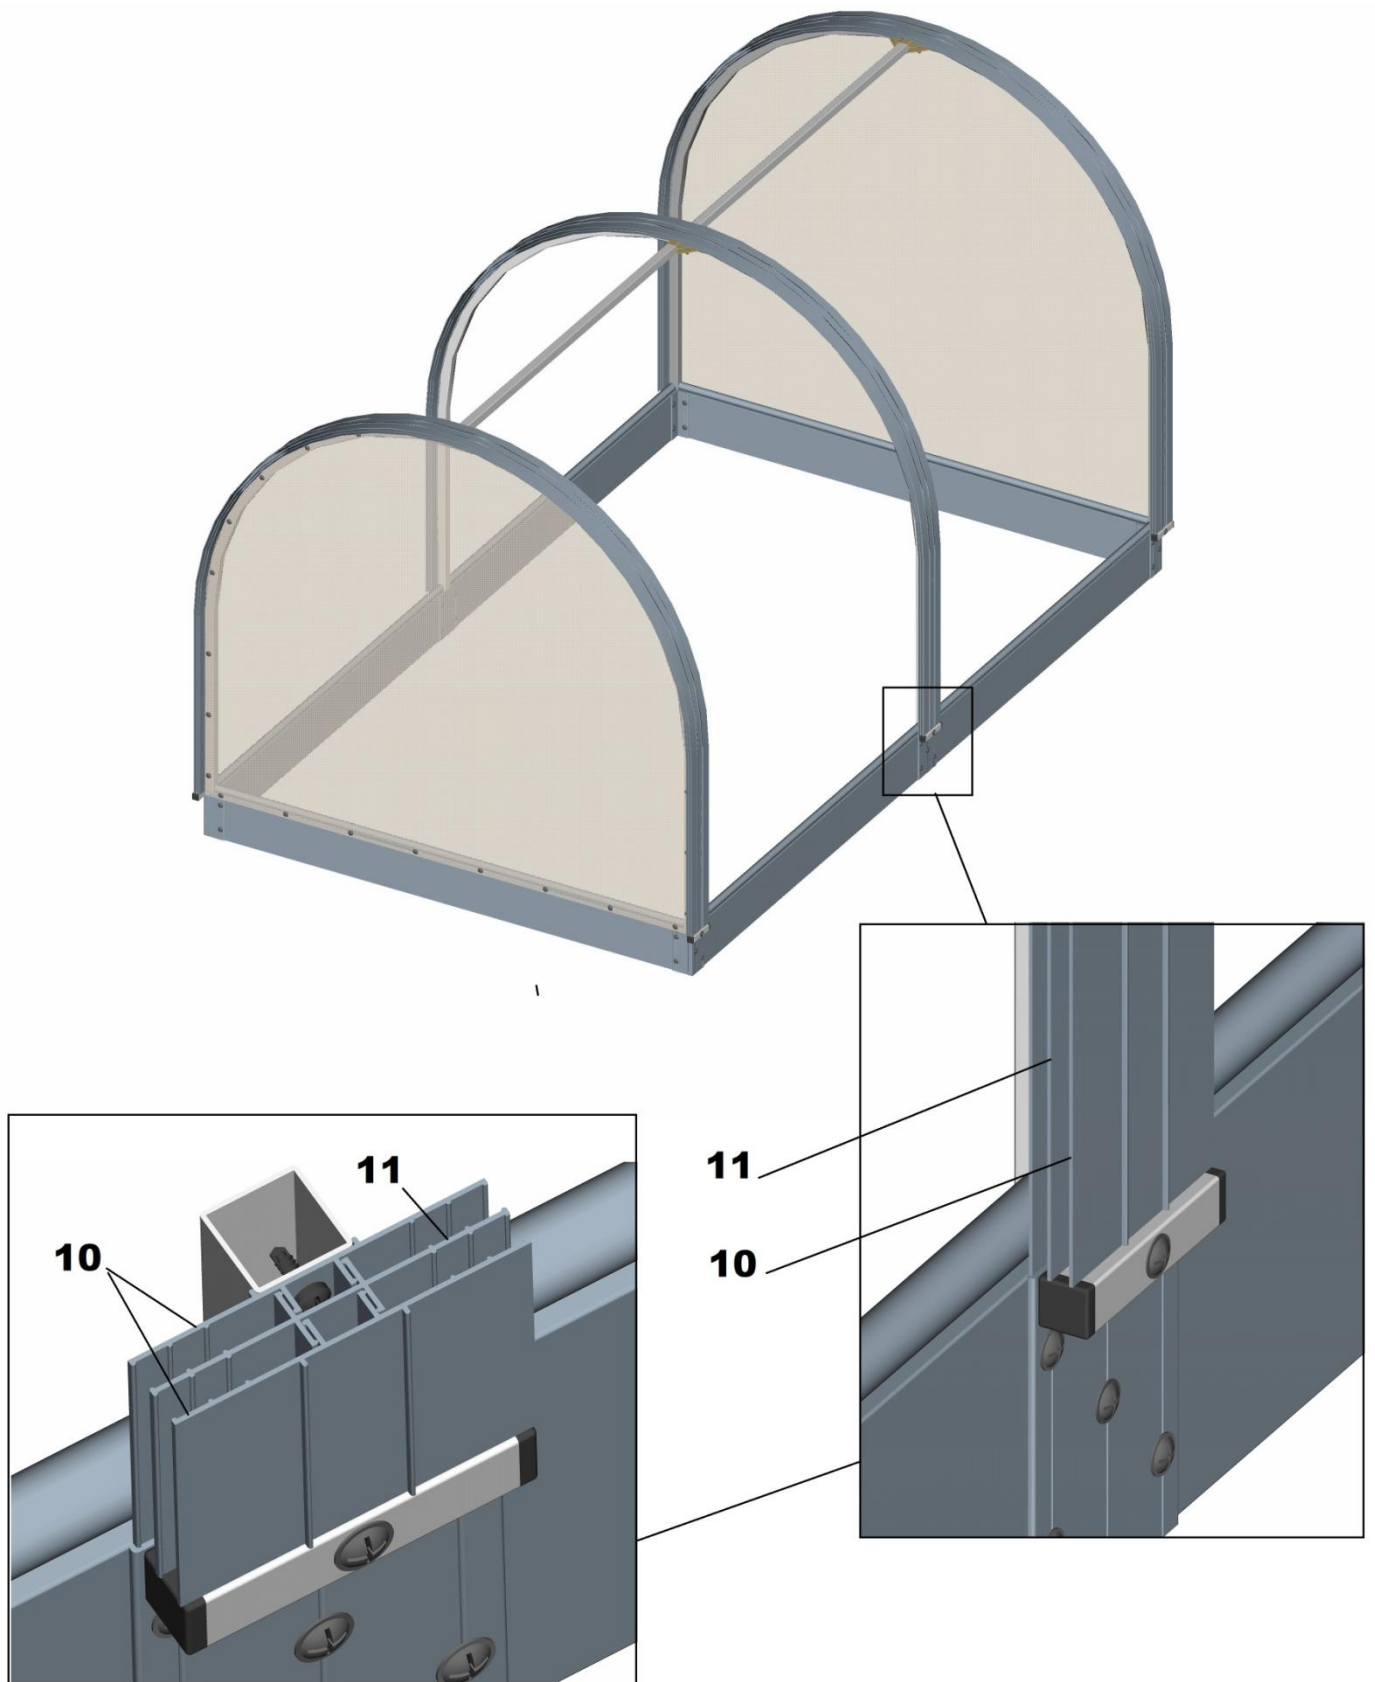

Рис. 3.8
8. Нащелкните остальные ПВХ-профили (поз. 10 и 11) как показано на рис. 3.8. Обрежьте избыточную часть ПВХ-профилей так, чтобы их концы упирались в упорные планки.